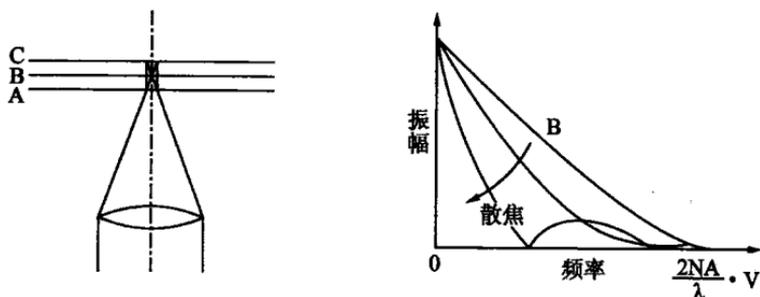

图 1-4 散焦时的频率特性
① 聚焦功能。在重放中光盘总是有不平度误差(又称为翘曲度),这个误差在生产中控制在 $\pm 0.4 \text{ mm}$ 之内。另外,光盘在旋转中,其表面总是会不停地跳动,这个跳动量在生产中控制在 $\pm 0.5 \text{ mm}$ 之内。由于光盘坑的深度为 $0.1 \mu\text{m}$ ,是光盘的不平度和旋转跳动量的数千分之一,故在重放中激光束焦点随时可能脱离信息坑,如图 1-4 所示。
在图 1-4 中, B 为激光束焦点准确地落在信息坑上的情况。当焦点脱离信息坑轨迹时,就会出现过近(图中 A)和过远(图中 C)两种情况。不论是过近还是过远,都会产生散焦现象。散焦后,光束的频率特性变差,不能准确地从光盘上拾取信息。为了使光束有稳定的频率特性,即随时都能准确地拾取光盘上的信息,必须动态地控制激光头,使激光头根据光盘的不平度和旋转时的跳动量随时调整其焦点的位置,使焦点始终落在信息坑上。这就是激光头的聚焦功能,该功能由聚焦伺服机构来实现。